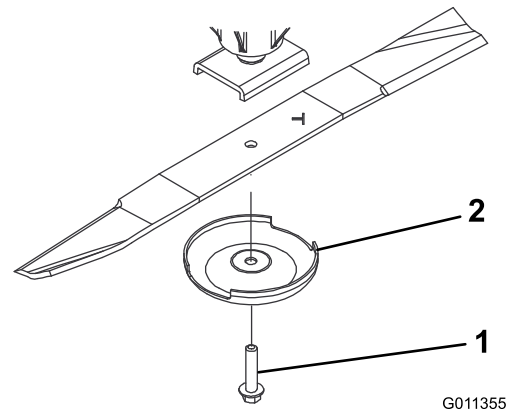

Figura 71
2. Afferrate l'estremità della lama utilizzando un panno o un guanto imbottito. Rimuovete il bullone della lama, la coppa antistrappo e la lama dall'asse del fusello (Figura 71).
3. Montate la lama con la costa rivolta verso il piatto di taglio, servendovi della coppa antistrappo e del bullone della lama (Figura 71) Serrate il bullone della lama a 115–149 N·m.